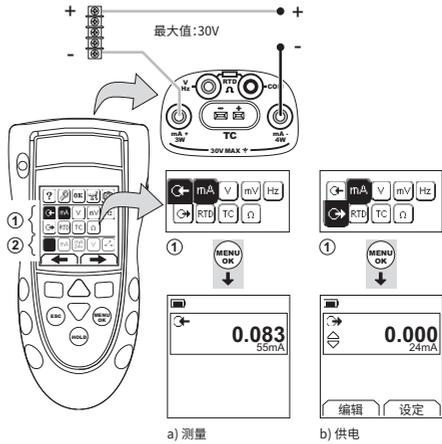
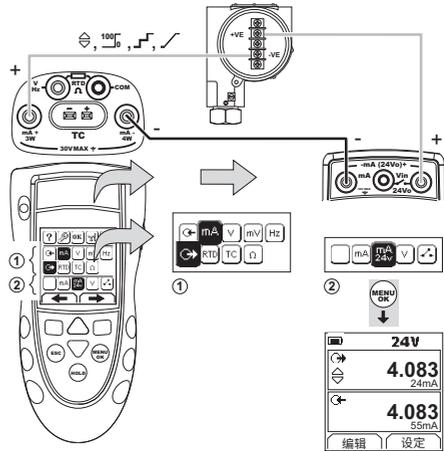
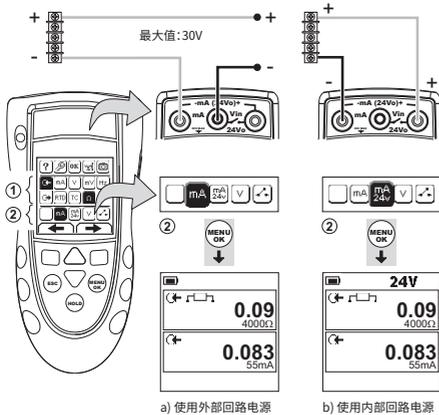

图 1：示例配置 - 使用外部回路电源测量/供电电流 (mA) (区域 ⓐ)
图 2：示例配置 - 使用内部回路电源供电电流 (mA) (区域 ⓐ)
图3：示例配置 - 测量电流 (mA) (双重化功能, 区域 ②)
1. 连接设备（图 1、图 2 或图 3），如果有必要，请调整设置（表 1）。